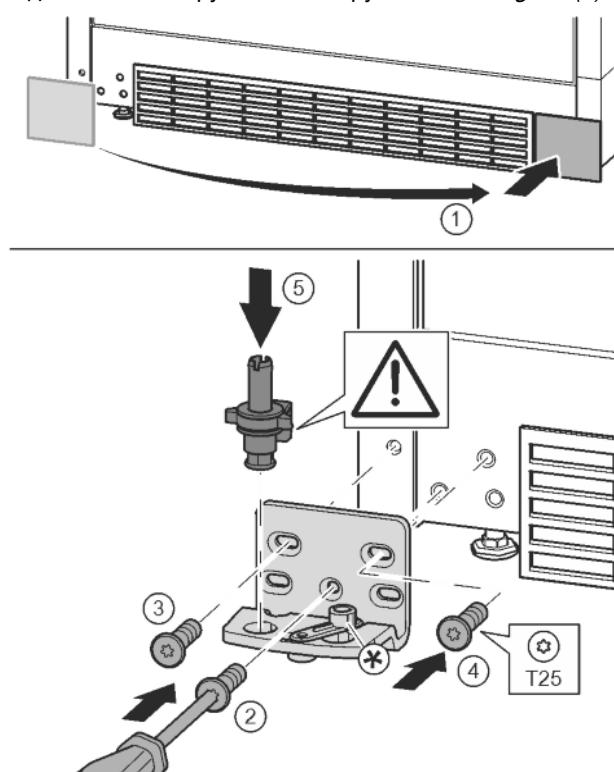

Fig. 17
- Зніміть кришку та встановіть її з іншого боку. Fig. 17 (1)
- Встановіть опорний кронштейн з іншого боку і закріпіть гвинтами за допомогою викрутки T25. Почніть із гвинта 2 знизу посередині. Fig. 17 (2)
- Закрутіть гвинти 3 та 4. Fig. 17 (3, 4)
- Вставте цілком опорний гвинт. При цьому виступ фікатора повинен бути спрямований назад. Fig. 17 (5)